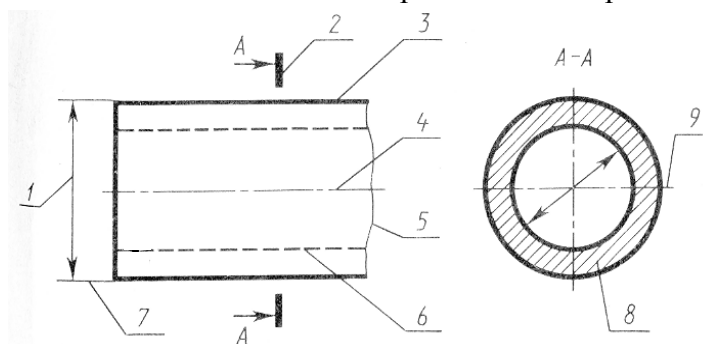

Рисунок 5 – впражнение к листу I - 1
4. Подберите наименование линии, отмеченных цифрами на чертеже, и их назначение по рис.5. Ответ запишите в рабочей тетради по типу табл. 4 в виде кода из двух букв (например, БЗ, где Б — сплошная топкая линия, З — размерная выносная, штриховка, толщина этой линии $S/3$). Укажите толщину линии (S , $S/2$ или $S/3$).